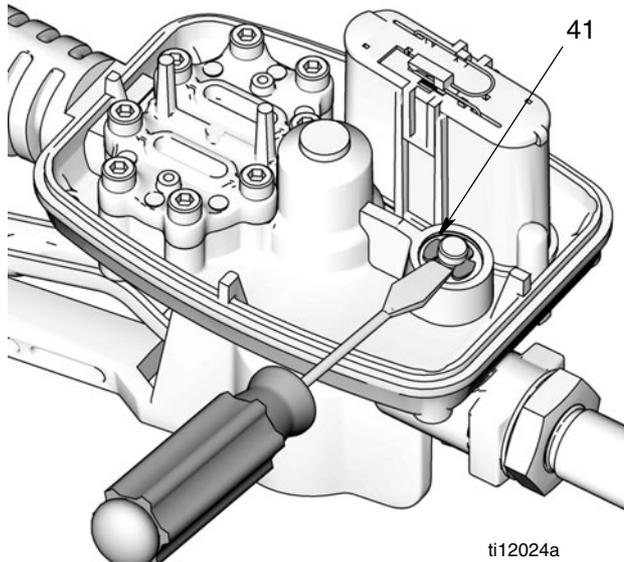

FIG. 8
- b. Utilice un destornillador pequeño de hoja plana para quitar el e-clip (41) (FIG. 8). Se suelta el conjunto del disparador.